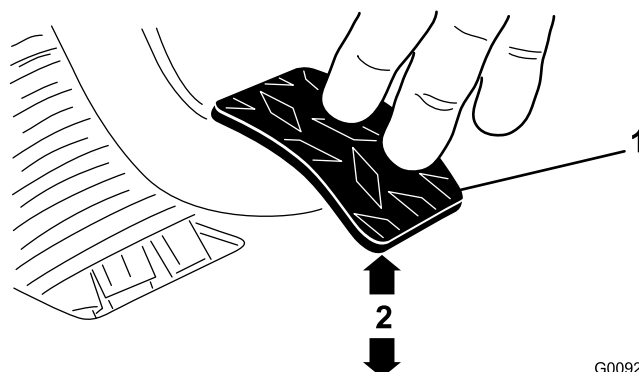

Figura 70
3. Ajuste las contratuercas o la articulación esférica hasta que el borde trasero del pedal del embrague esté a  $9,5 \pm 0,3$  cm del borde superior del dibujo a rombos de la chapa de suelo al aplicar una fuerza de 1,8 kg al pedal (Figura 70).